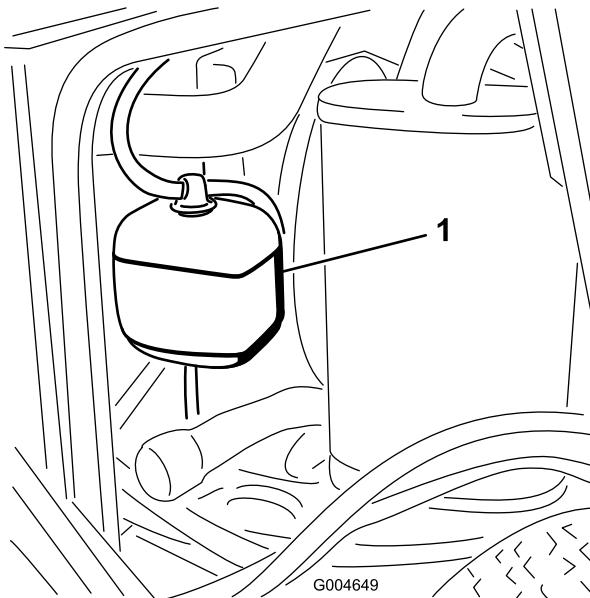

Figura 49
1. Verifique o nível de líquido de arrefecimento do depósito secundário (Figura 49). Este deve situar-se entre as marcas existentes no exterior do depósito.